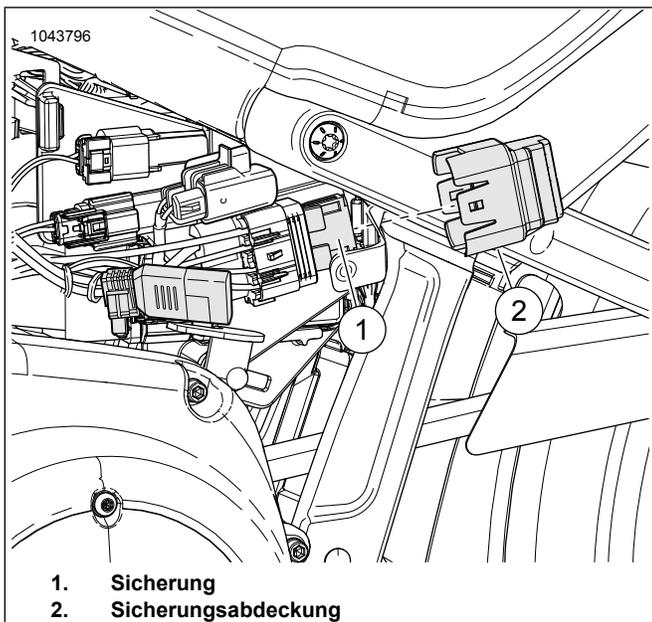

Abbildung 1. Hauptsicherung
1. Siehe Abbildung 1. Die Hauptsicherung ausbauen.